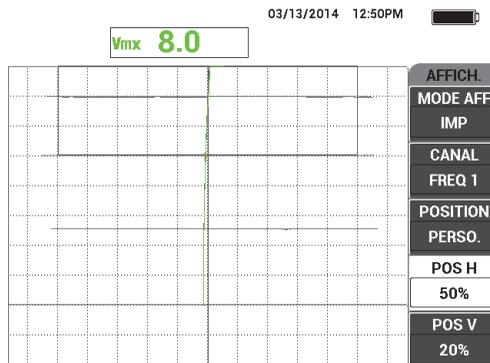

**Figure 5-89 Création de plus de marques horizontales**
10. Répétez l'étape 9 avec deux cartes professionnelles, et puis encore une fois avec une seule carte pour créer plus de marques horizontales (voir la Figure 5-89 à la page 205).